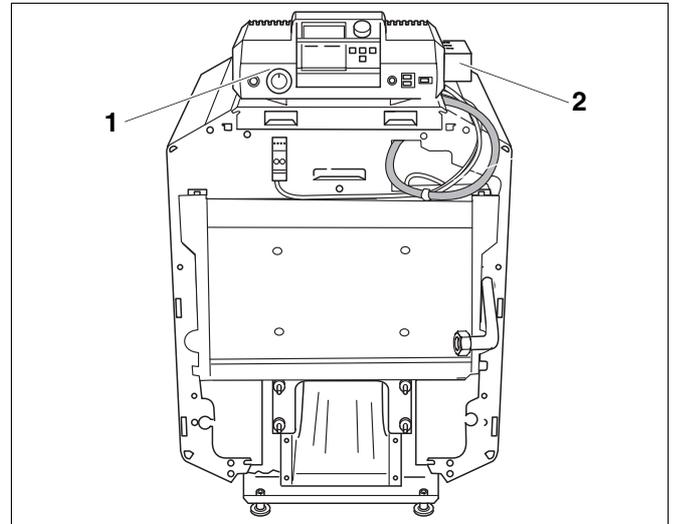

Abb. 22 Gasfeuerungsautomaten ablegen (Darstellung ohne Gasbrenner)
- Gasfeuerungsautomaten (Abb. 22, **Pos. 2**) auf dem Heizkessel hinter dem Regelgerät (Abb. 22, **Pos. 1**) ablegen.